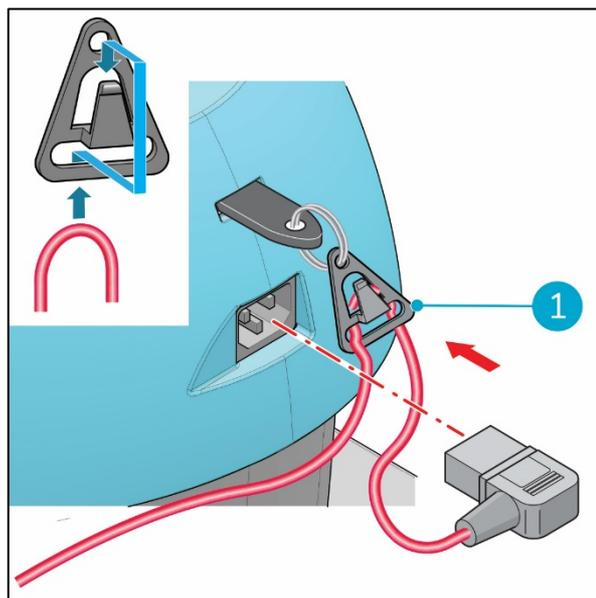

Figure 15
1. Vérifiez que le câble d'alimentation est placé dans le réducteur de tension (Figure 15, pos. 1).